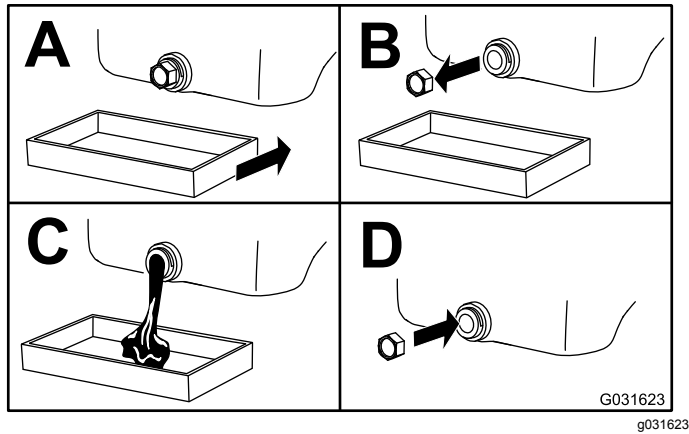

Figura 34
3. Cambie el aceite (Figura 34).